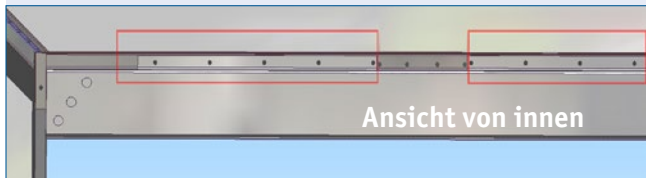

Abb. 2.1.2
- Vernieten Sie nun den Türsturz am oberen Dachabschluss anhand der vorhandenen Bohrungen (Abb. 2.1.2). Nutzen Sie hierzu die Niete MD150041.